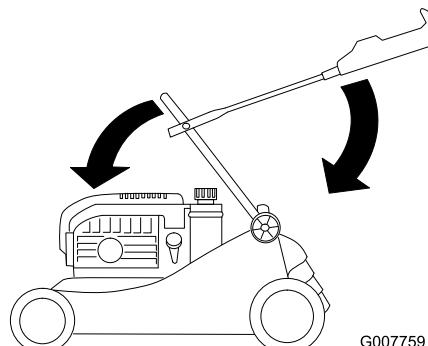

Figura 34
3. Piegate con cautela la sezione inferiore della stegola in modo che poggi sul motore (Figura 34).
4. Piegate con cautela la sezione superiore della stegola finché non raggiunge la posizione orizzontale (Figura 34).